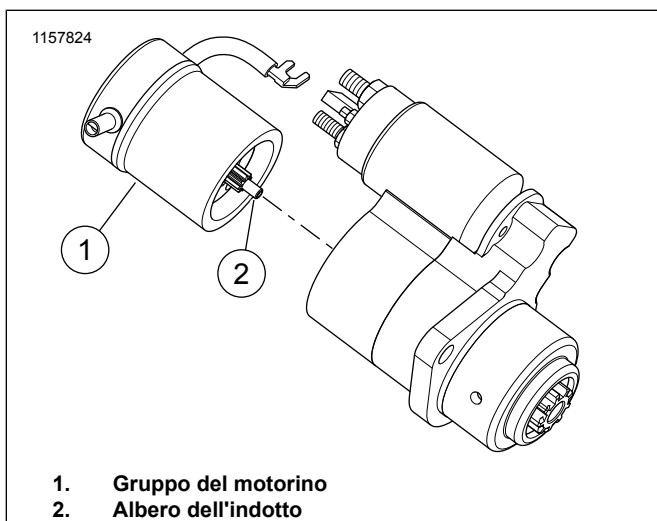

Figura 2. Gruppo del motorino
4. Figura 2 Rimuovere il gruppo del motorino (1).